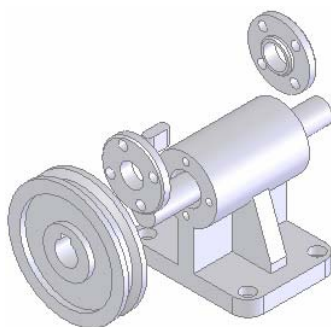

图 12-40 爆炸后的视图
⑩ 生成爆炸步骤。按照图 12-39 所示进行设置后，单击图 12-39 中的“完成”按钮，对“法兰盘 2”零件的爆炸完成，并形成“爆炸步骤 5”，结果如图 12-40 所示。